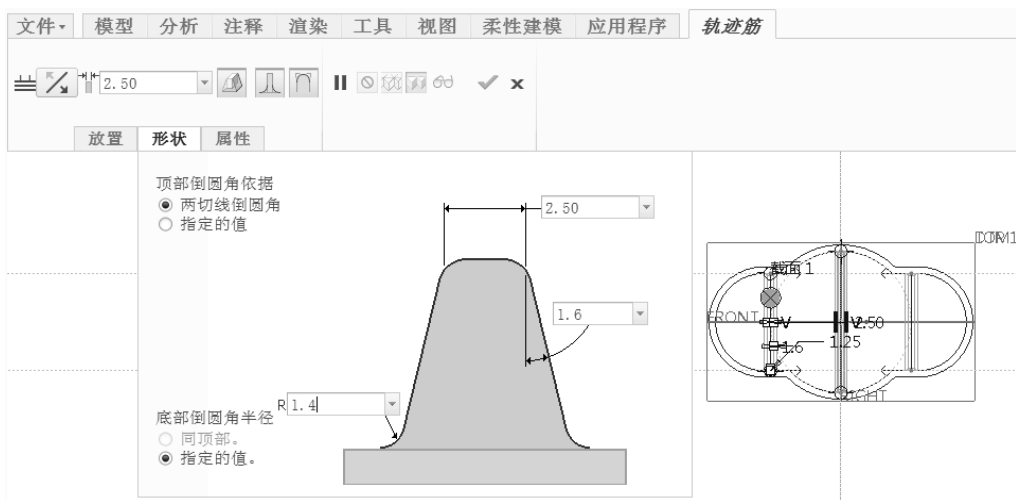

图 6-62 在“形状”面板中设置相关的选项及尺寸
8) 在“轨迹筋”选项卡中打开“形状”面板, 接着在该面板中选择相关的单选按钮, 以及设置相关的形状及尺寸, 如图 6-62 所示。